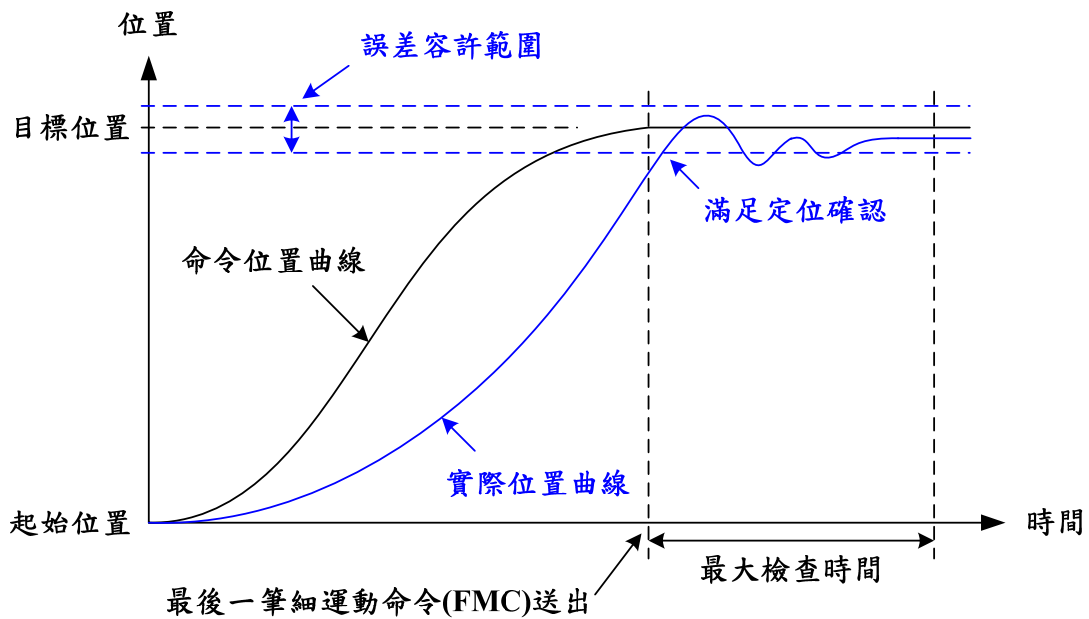

Figure 2.7.2 IPM_ONETIME_BLOCK 模式定位成功示意圖
當 Group 中各軸的位置誤差皆小於或等於定位誤差容許範圍(可以利用 MCC_SetInPosToleranceEx() 設定之，單位為 mm 或 inch)，即滿足此模式定位條件(參考 Figure 2.7.2)。
2. 系統一旦判定定位確認成功，則不再進行定位確認判斷(表示會保持在定位成功的狀態，即使實際位置又離開定位容許範圍，參考 Figure 2.7.2)，直到有新的運動命令下達。